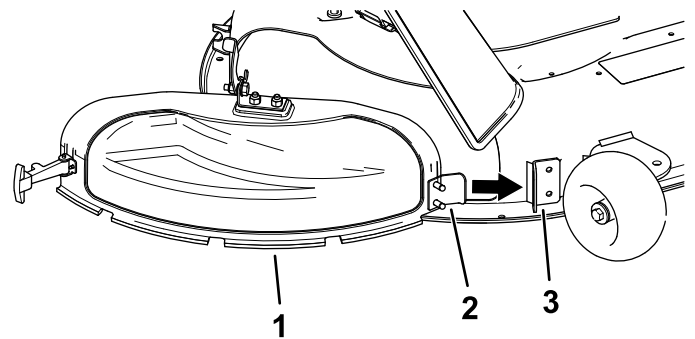

Figura 14
- Introduzca la pestaña metálica de la tapa de descarga en la ranura del soporte que está soldado a la carcasa de corte (Figura 14).